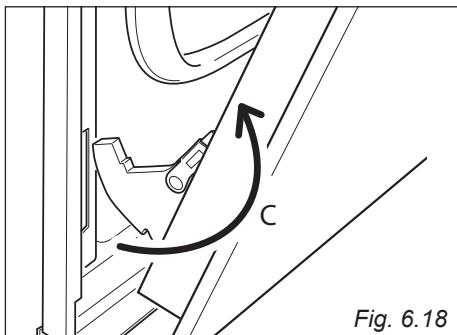

Fig. 6.18
- Estrarre i ganci delle cerniere (destra e sinistra) dal loro alloggiamento (freccia "C" - fig. 6.18).